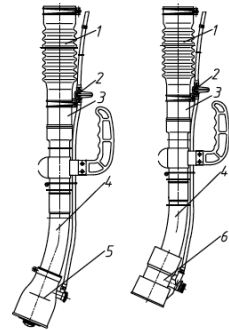

Figura 4.
C. Conecte lo todo de pulverización a la máquina conforme figura 4.